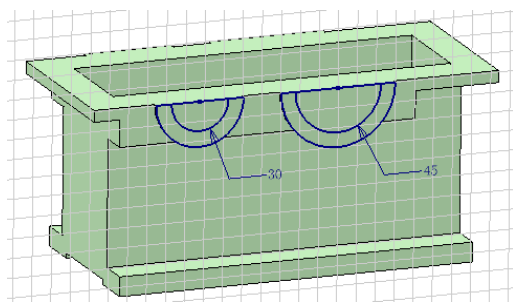

图 9-25 绘制拉伸草图
⑧通过拉伸求差即可创建 4 个轴承孔。选择凸台的表面新建草图，单击【草图】标签栏【绘图】面板的【直线】工具按钮和【圆】工具按钮，绘制如图 9-25 所示的几何图形并利用【尺寸】工具标注尺寸并修改尺寸值。